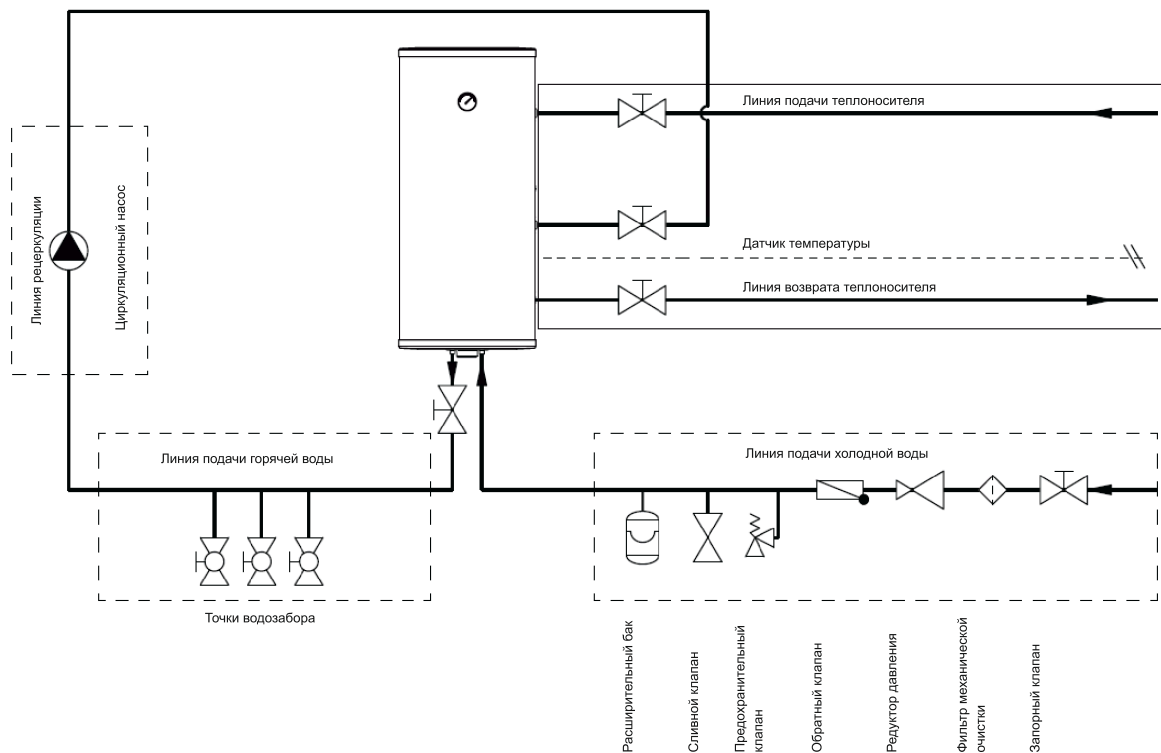

Рис. 1 Общая схема водонагревателя, подключенного к водоразборной точке
- 6.3.5.** Подключение следует осуществить при помощи подходящих соединительных фитингов, а перед патрубками рекомендуется установить запорные краны. Размеры подключений указаны в разделе 4 настоящего руководства. Последовательность подключений обозначена на рис. 1 (стр. 12).
- 6.4.1.** Водонагреватель AQUAMAX допускает подключение контура рециркуляции системы горячего водоснабжения (ГВС). Организация рециркуляции обеспечивает быстрый доступ к горячей воде в точках водоразбора, особенно в системах с протяженной разводкой или удаленными потребителями, что значительно повышает комфорт эксплуатации. Схема подключения контура рециркуляции приведена на рис. 1 (стр. 12).